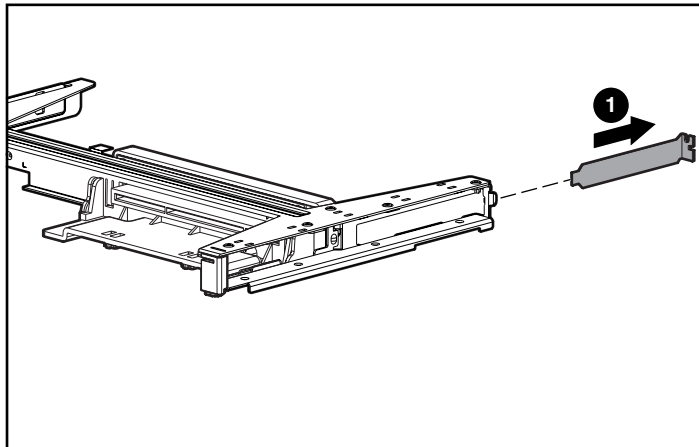

Figure 3-22. Retrait de l'obturateur du connecteur d'extension 2
7. Pour retirer l'obturateur du connecteur d'extension 2 (Figure 3-22) :
- b. Retirez l'obturateur du connecteur d'extension ❶.